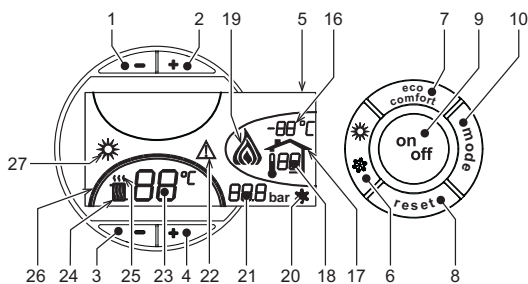
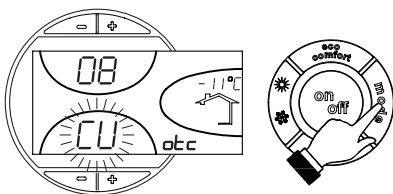
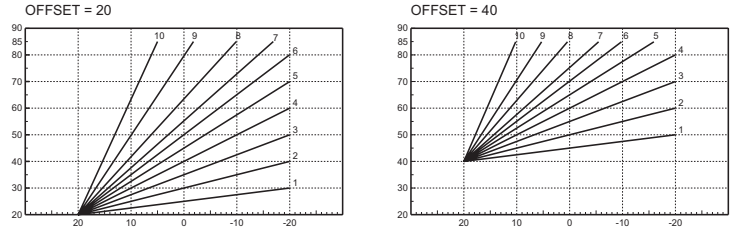

рис. 1 - Панель управления
рис. 9 - Кривая погодозависимого регулирования
рис. 12 - Пример параллельного смещения кривых погодозависимого регулирования
Нажмите клавишу on/off (поз. 9 - рис. 1) в течение 1 секунды.
Для повторного включения котла снова нажмите клавишу on/off (поз. 9 рис. 1) в течение 1 секунды.
- Нажмите кнопку ВКЛ/ВЫКП (9 - рис. 1)
Нажмите клавишу **Лето/Зима** (поз. 6 - рис. 1) на 1 секунду.
На дисплее высвечивается символ "Лето" (поз. 27 - рис. 1). При этом котел будет вырабатывать только воду для ГВС. Остается активная система защиты от замерзания.
Для выключения режима "Лето" вновь нажмите клавишу **Лето/Зима** (Поз. 6 - рис. 1) на 1 секунду.
Температура в системе отопления регулируется в пределах от 30 °C до 80 °C с помощью клавиш (поз. 3 и 4 - рис. 1); однако, не рекомендуется эксплуатировать котел при температуре ниже 45 °C.
Температура (поз. 3 и 4 - рис. 1) в системе ГВС регулируется в пределах от 10°C до 65°C с помощью клавиш (поз. 1 и 2 - рис. 1).
При наличии датчика температуры наружного воздуха (опция) на дисплее панели управления (поз. 5 - рис. 1) отображается измеряемая этим датчиком температура. При этом система управления котлом работает в режиме "Плавающая температура". В этом режиме температура воды, подаваемой в систему отопления, регулируется в зависимости от климатических условий внешней среды с тем, чтобы обеспечить максимальный комфорт и экономию энергетических ресурсов в течение всего года. Так, при повышении внешней температуры понижается температура подачи воды в систему отопления, что производится по определенной "кривой погодозависимого регулирования".
С переключением на режим "Плавающей температуры" показатель температуры, устанавливаемый клавишами (дет. 3 и 4 - рис. 1) соответствует максимальной температуре подачи воды в систему отопления. Рекомендуется задавать максимальное значение температуры с тем, чтобы позволить системе регулировать ее по всему рабочему диапазону.
При однократном нажатии клавиши **Режим** (поз. 10 - рис. 1) на дисплее высвечивается текущая кривая погодозависимого регулирования (рис. 9), которую можно изменить с помощью клавиш задания температуры воды ГВС (поз. 1 и 2 - рис. 1).
При нажатии клавиш регулировки температуры отопления (поз. 3 и 4 - рис. 1) получается доступ к функции параллельного изменения кривых (рис. 12), выполняемого с помощью клавиш регулировки температуры в контуре ГВС (поз. 1 и 2 - рис. 1).
При повторном нажатии клавиши **Режим** (поз. 10 - рис. 1) осуществляется выход из режима регулировки параллельных кривых.
Если к котлу подключено устройство дистанционного управления с таймером (опция), вышеописанные регулировки производятся в соответствии с указаниями, приведенными в таблице 1. При этом на дисплее пульта управления (поз. 5 - рис. 1) высвечивается температура в помещении, измеряемая устройством дистанционного управления.
Переключение режимов "Лето"/"Зима"	Режим "Лето" обладает приоритетом над командой на включение отопления, которая может поступить от пульта ДУ с таймером. При выключении режима ГВС с пульта ДУ котел переходит в режим "Eco-pot". В этих условиях клавиша 7рис. 1 - на панели котла отключена.
Выбор режимов ECO/COMFORT	При включении режима ГВС с устройства ДУ с таймером котел устанавливается в режим Comfort. В этих условиях с помощью клавиши 7рис. 1 на панели управления котла можно выбрать любой из этих двух режимов.